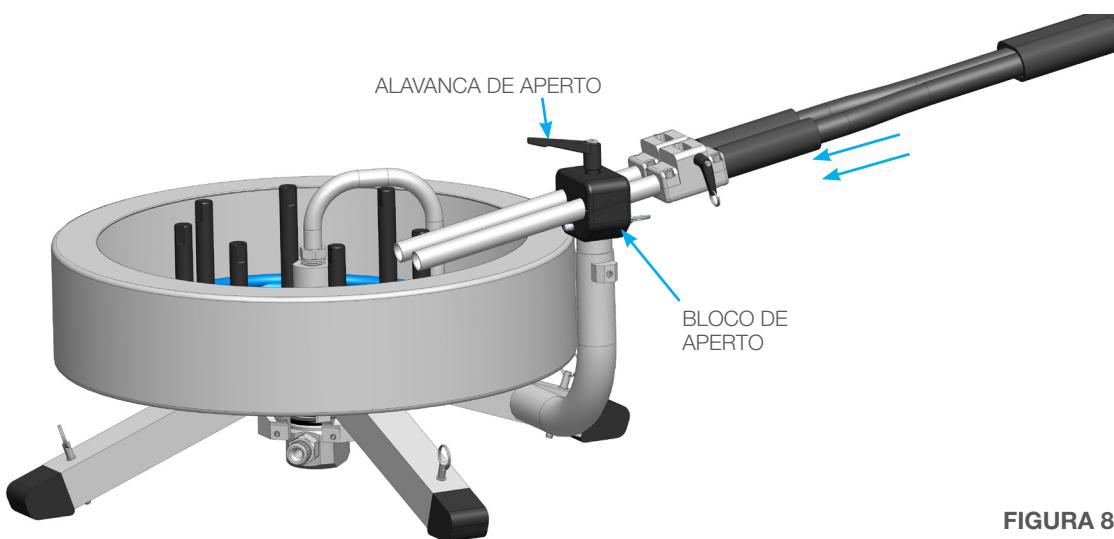

FIGURA 8
2. Solte a Alavanca de Aperto no Bloco de Aperto e introduza os Tubos-Guia. Aperte manualmente a Alavanca de Aperto. (**Figura 8**)